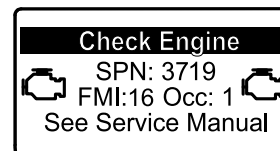

Figure 47
- Si une régénération en stationnement est nécessaire, l'InfoCenter affiche l'avertissement SPN 3719, FMI 16 (Figure 47) et le calculateur moteur réduit la puissance du moteur à 85 %.